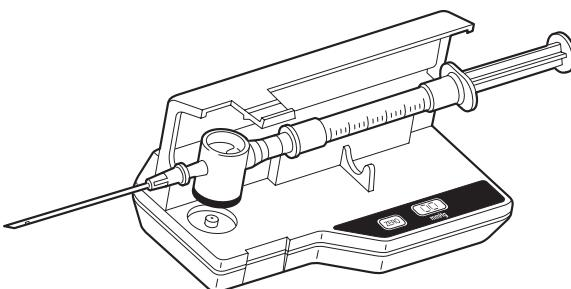

Figura 2
- 6. Coloque a câmara no poço do transdutor com a superfície preta virada para baixo. Empurre suavemente até o componente descartável ficar encaixado. Consulte a figura 2.